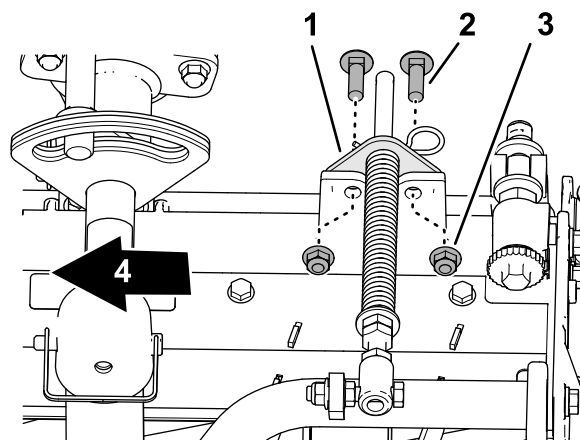

Рисунок 14
5. Совместите отверстия в кронштейне компенсатора состояния грунта с отверстиями в раме режущего блока (Рисунок 14).